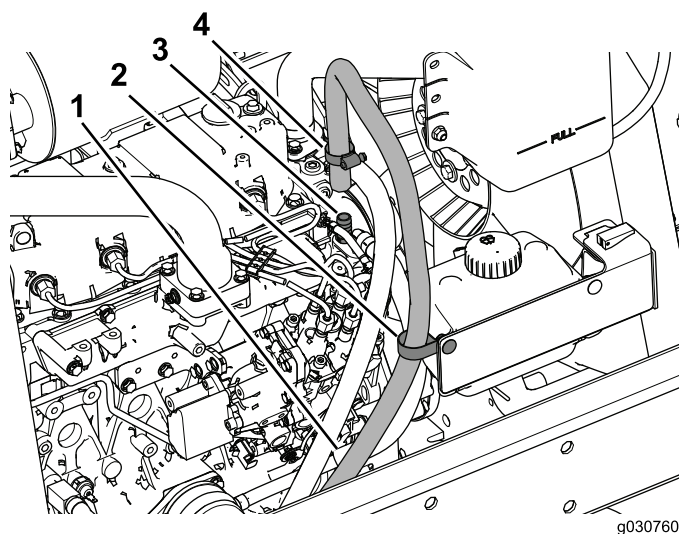

Рисунок 38
6. Наденьте шланговый хомут на возвратный шланг, затем наденьте шланг на штуцер (3/8 NPT x 0,625 [ступенчатая поверхность]), как показано на Рисунок 38.